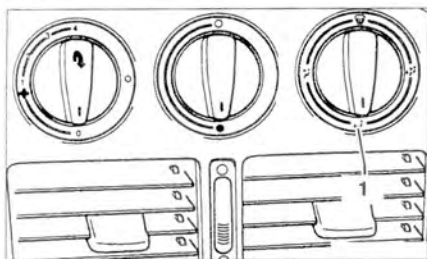

Рис. 9.69. Установите регулятор распределения подачи воздуха в положение 1.
9. Установите регулятор распределения подачи воздуха в положение 1 (рис. 9.69).